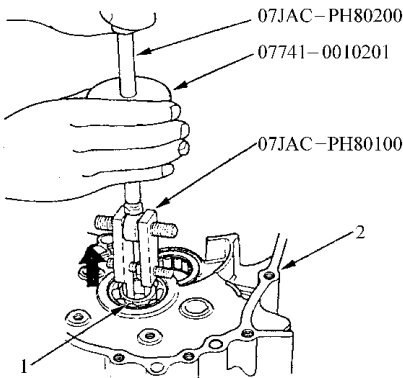

图 4-99 从离合器壳体上拆卸下球轴承
- 2) 如图 4-99 所示，借助专用工具，从离合器壳体上拆卸下球轴承。